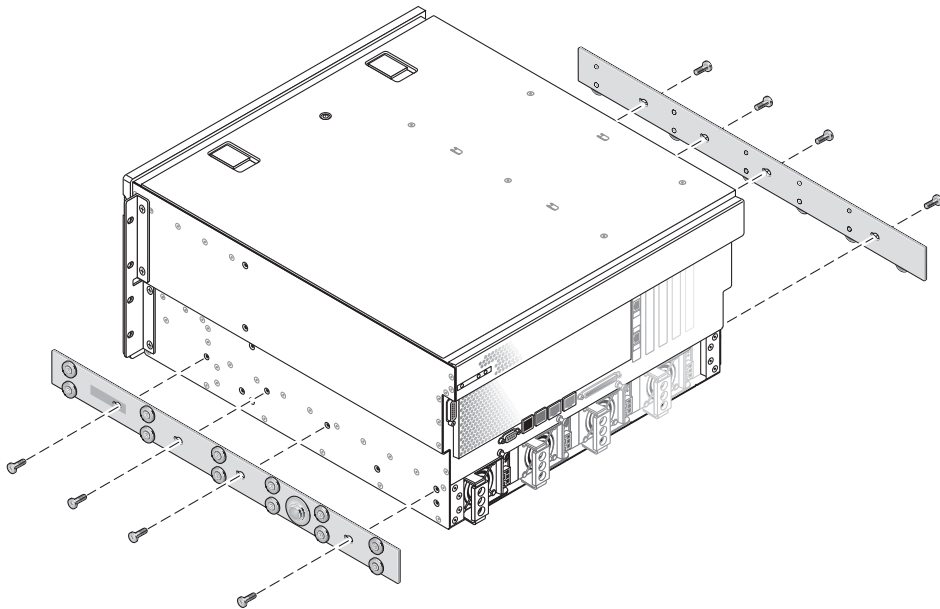

BILD 3-9 Skruva fast innerskenorna på serverchassit
5. Rikta in innerskenornas hål mot motsvarande hål på serverns sidor. Använd åtta skruvar ur paketet (fyra skruvar per sida) för att fästa skenorna vid servern (BILD 3-9).